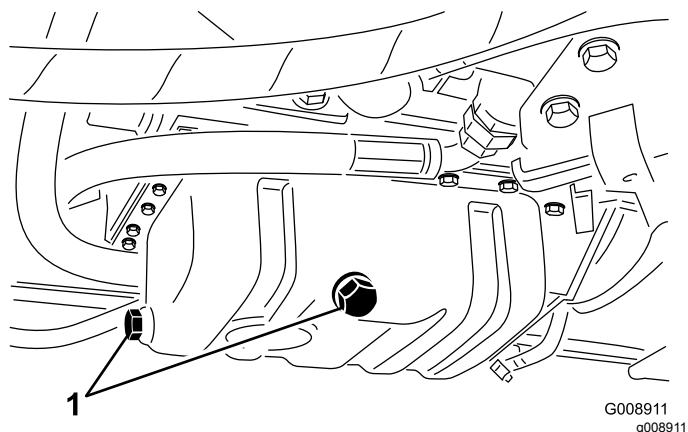

Figura 63
1. Togliete un tappo di spurgo (Figura 63) e lasciate defluire l'olio in una bacinella; quando l'olio smette di defluire, montate il tappo di spurgo.